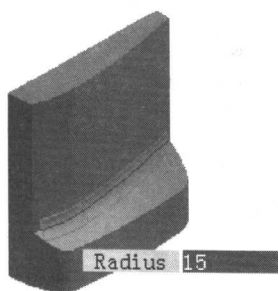

图 1-10 出现文本输入框
- 出现文本输入框, 输入倒圆半径为 15, 见图 1-10。